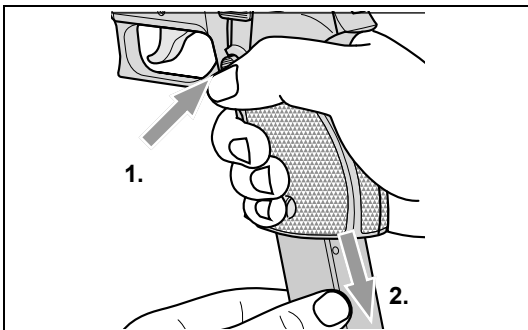

Fig. 2, Extracción del cargador
1. Retirar cargador vacío (véase Fig. 2).
3. Accione el retén del cargador **43** y extraiga el cargador (véase Fig. 2).
2. Accione el retén del cargador **43** y extraiga el cargador (véase Fig. 2).